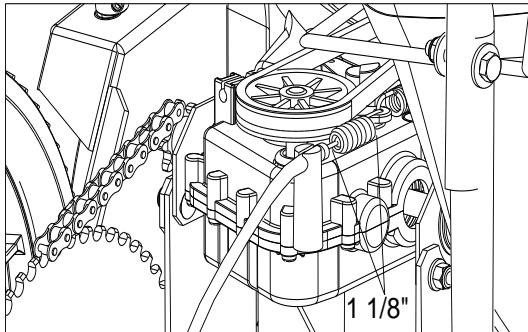

Fig. 18
9. Mål længden på fjederen. Fjederen bør måle 1 1/8" når den er aktiveret (håndtag 4" fra styret). (Se fig. 18 på næste side.)